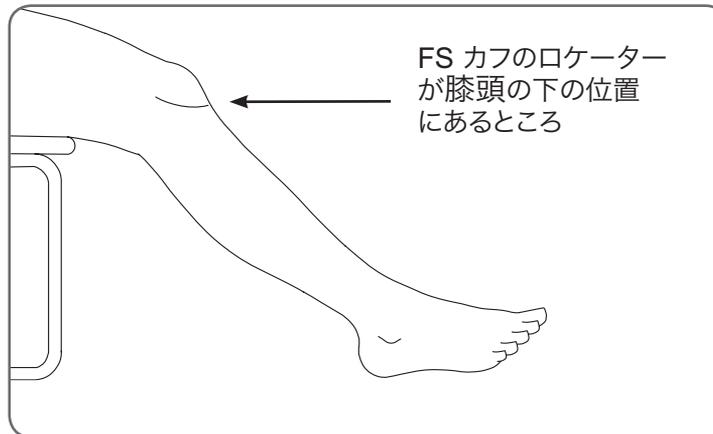

図 4 :FS カフの位置決めに対する推奨される膝の角度
3. 図 4 のように、座った姿勢で軽く脚を伸ばします。膝頭の輪郭がはっきりするはずですが (必要であれば、脚を台などの上に置いてください)。